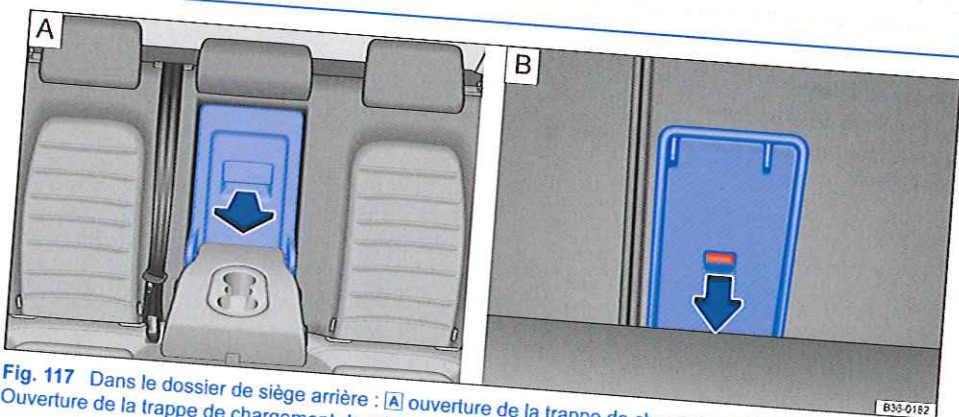

Fig. 117 Dans le dossier de siège arrière : [A] ouverture de la trappe de chargement depuis le coffre à bagages
- Ouverture de la trappe de chargement depuis l'habitacle : tirez le levier de déverrouillage dans le sens de la flèche ⇒ **fig. 117 A** et rabattez le couvercle de la trappe de chargement vers l'avant jusqu'en butée.
- **OU** Ouverture de la trappe de chargement depuis le coffre à bagages : poussez le levier de déverrouillage vers le bas dans le sens de la flèche ⇒ **fig. 117 B** et le couvercle vers l'avant.
- Un repère rouge sur l'indicateur de verrouillage ⇒ **fig. 117 B** indique que la trappe de chargement n'est pas encliquetée. Veillez toujours à ce que le repère rouge ne soit jamais visible lorsque la trappe de chargement se trouve en position verticale.